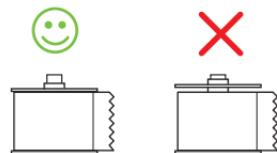

Figure 6
- 5 Insérez le guide de bobine à droite de celle-ci et appuyez fermement le guide contre le côté du rouleau d'étiquettes, en veillant à ce qu'il n'y ait **aucun écart** entre le rouleau et la bobine. Voir Figure 6.